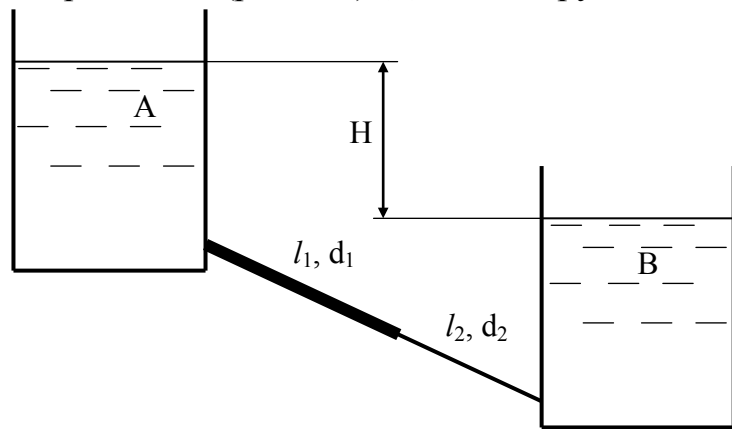

Рисунок 8.8
**8.2.12** Із великого відкритого резервуара А, в якому підтримується сталий рівень рідини, по трубопроводі, який складається із двох послідовно з'єднаних труб, рідина Р, при температурі 20 °С, тече в резервуар В. Різниця рівнів рідини в резервуарах дорівнює Н (рис. 8.8). Довжина труб  $l_1$  і  $l_2$ , а їх діаметри  $d_1$  і  $d_2$ . Визначити витрату Q рідини, яка рухається по трубопроводі. Місцеві витрати напорів  $\zeta_{\text{вх}} = 0,5$ ,  $\zeta_{\text{вих}} = 1$ . Коефіцієнт опору раптового звуження труби визначається за формулою Ідельчика. Матеріал і характеристика трубопроводу наведені в таблиці.